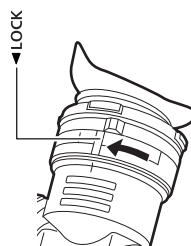

Figura 2
- 2 Gire el anillo de bloqueo hacia la derecha hasta dejarlo fijo en la posición <LOCK>. (Figura 2)